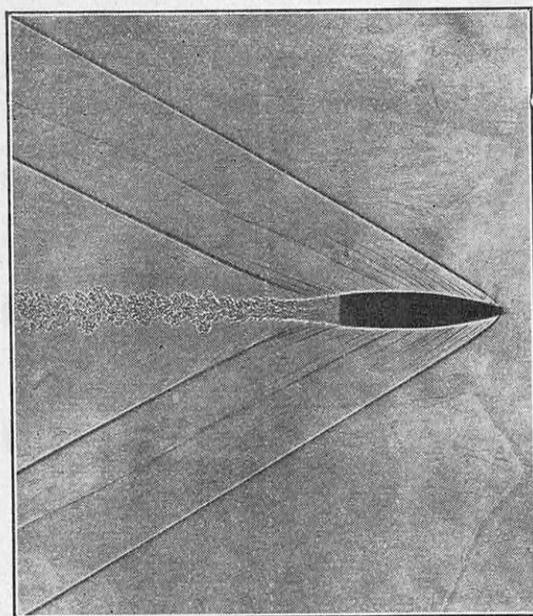

FIG. 4. — PHOTOGRAPHIE SANS OBJECTIF, AU CENT-MILLIONIÈME DE SECONDE, D'UNE BALLE DE FUSIL LEBEL
*L'onde de choc à l'avant est beaucoup plus accentuée que dans le cas de la figure 4 ; par contre, la dépression à l'arrière est fortement diminuée. Le profil optimum serait un profil bifuselé.*